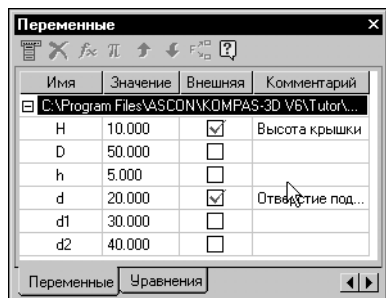

Рис. 65.15. Переменные вставляемого объекта
6. В списке переменные  $d$  и  $H$  объявлены внешними и сопровождаются комментариями (рис. 65.15).